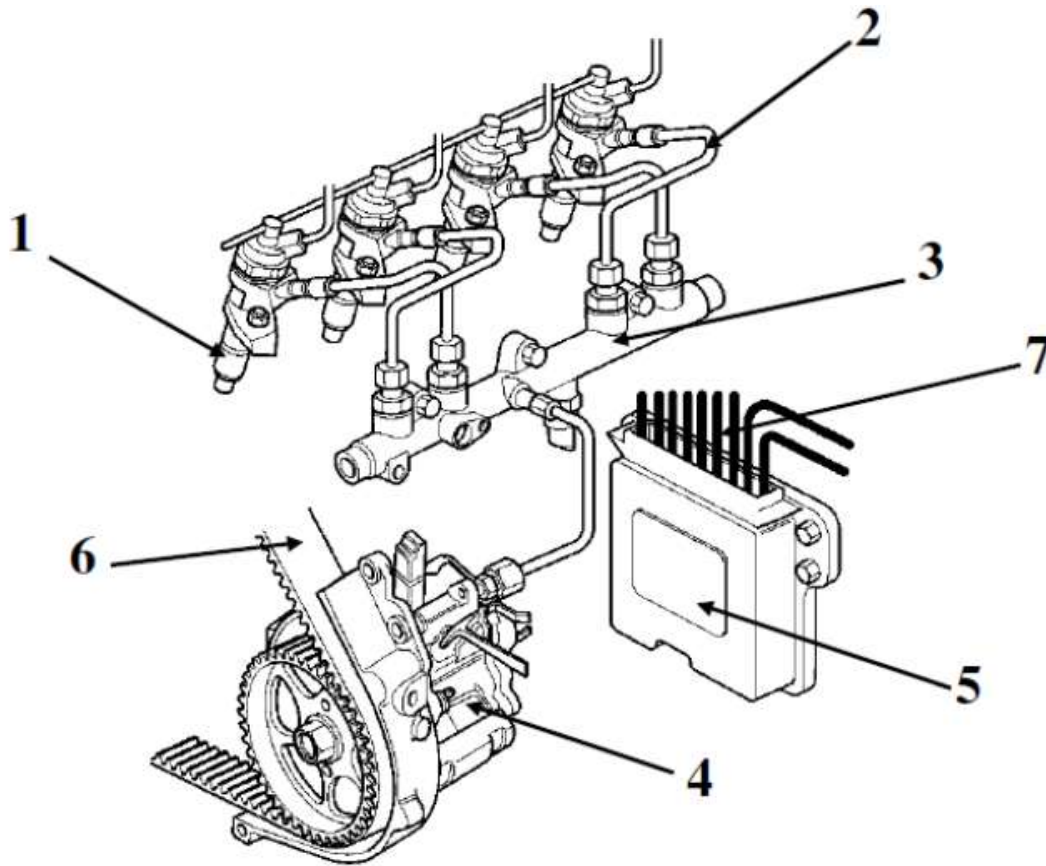

Figure 2
b)- Le circuit d'INJECTION : donner une définition d'un circuit d'injection et donner le nom des différents éléments qui constitue ce circuit (Figure 2) ?